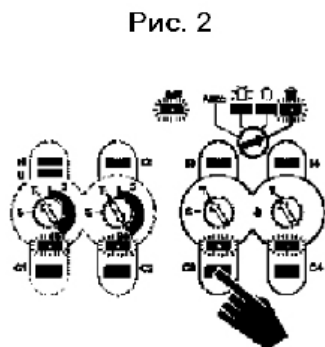

Рис. 2
3. Нажимайте на клавишу, которая соответствует каналу, который нужно изменить, пока контрольный светодиод не загорится (см. Рис.2 канал C3).